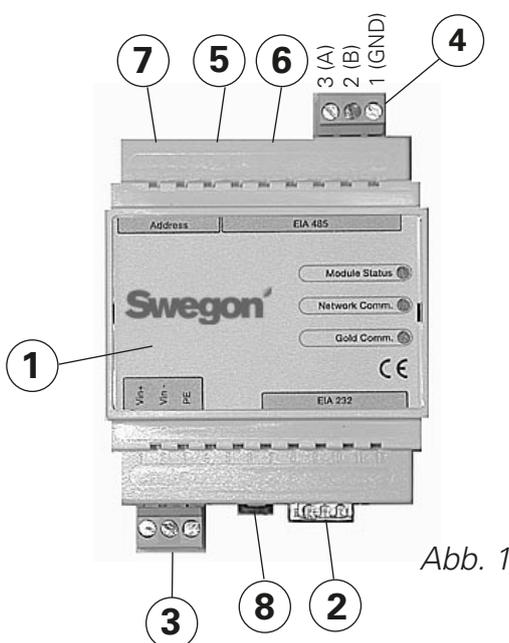
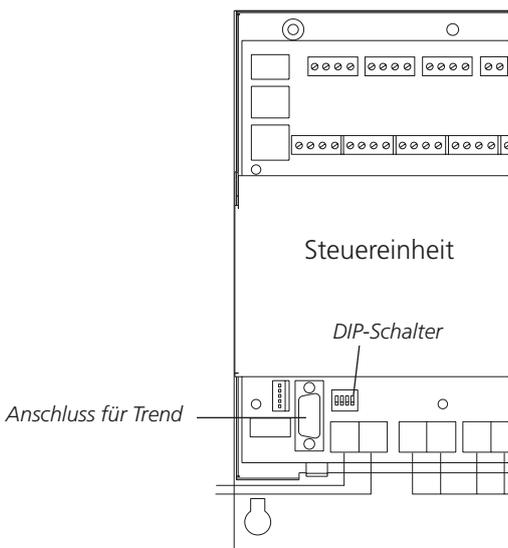
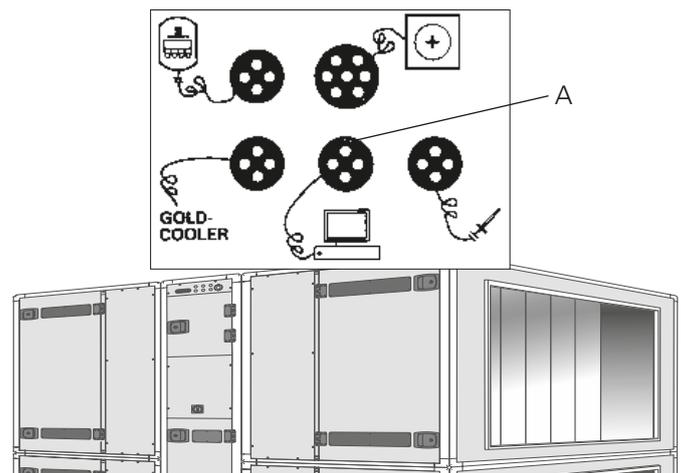

Abb. 1
Abb. 5
Abb. 6
An der Oberseite des Gerätes, bei Schnellkupplungen und Kabeldurchführungen. Anschluss der Klemmen Vin+ (1) und Vin- (2) siehe Abb. 1, für GOLDen GATE-Einheit an ein separates Netzteil mit entsprechender Kapazität oder an die 24 V AC-Klemmen des GOLD-Gerätes je nach Modell wie folgt:
Einen der Schalter 8 (siehe Abb. 1) bei Konfiguration auf ON stellen. Der Schalter muss vor Anschluss der 24 V Speisung auf ON stehen.
Wenn die Konfiguration abgeschlossen ist und alle Parameter gespeichert sind, ist die Einheit über 30 Sekunden hinweg stromlos zu schalten, bevor die Einstellungen übernommen werden. Alle Schalter 8 (siehe Abb. 1) auf OFF stellen.
#### Version C/D (siehe Abb. 1 und 4)
#### Version B (siehe Abb. 5)
Beiliegendes Datenkommunikationskabel mit 6-poligem Modularstecker RJ12 an 6 anschließen (siehe Abb. 1) und den 9-poligen D-Substecker an das GOLD-Gerät (siehe Abb. 5). DIP-Schalter 4 auf der Steuereinheit des GOLD-Gerätes muss in Stellung ON, der DIP-Schalter 3 in Stellung OFF stehen, siehe Abb. 5.
#### Version 4/A (siehe Abb. 6)
Beiliegendes Datenkommunikationskabel mit 6-poligem Modularstecker RJ12 an 6 anschließen (siehe Abb. 1) und den runden an das GOLD-Gerät (siehe Abb. 6).